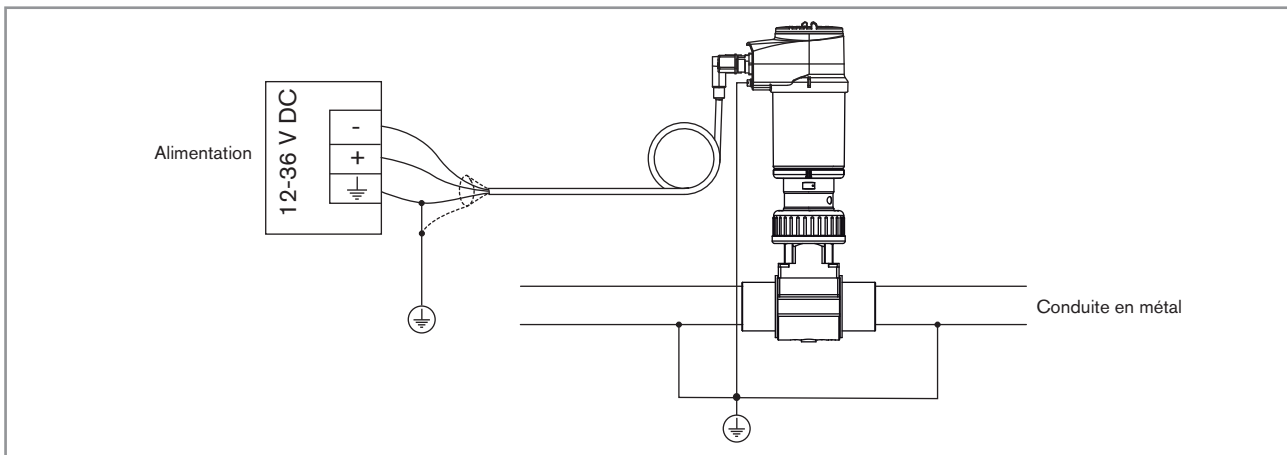
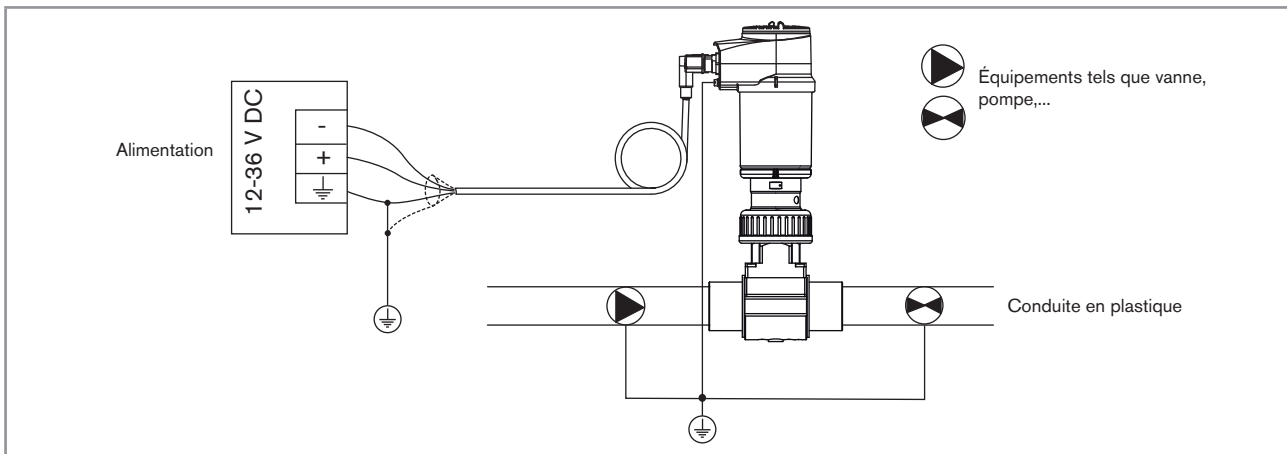

Fig. 13 : Schéma de principe de l'équipotentialité avec des conduites en métal
Fig. 14 : Schéma de principe de l'équipotentialité avec des conduites en plastique
- Relier correctement le blindage du câble d'alimentation à la terre. Voir Fig. 13 et Fig. 14.
- Lorsque l'appareil est installé sur des canalisations en plastique, relier à la même terre les différents instruments métalliques tels que vanne ou pompe se trouvant le plus près possible de l'appareil. Voir Fig. 14.